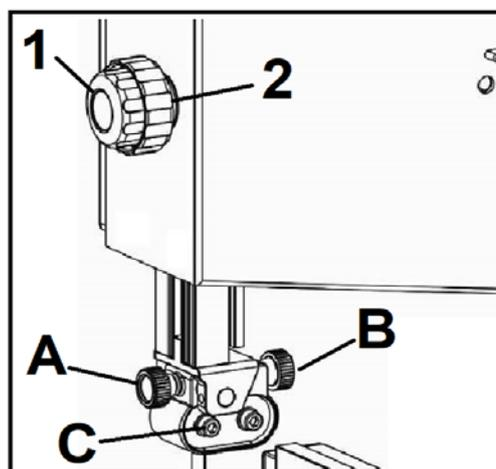

Рисунок 15
Установите верхнюю направляющую пыльной ленты с помощью ручки регулировки (2, Рис. 15) на желаемую высоту, ослабив фиксирующую ручку (1, Рис. 15). После регулировки снова затяните фиксирующую ручку.
- Ослабьте ручку (A) и отрегулируйте подшипниковый узел так, чтобы боковые подшипники располагались на расстоянии 1-2 мм от впадины зуба полотна (изогнутая область в основании зуба). Снова затяните ручку (A, Рис. 15).
- Ослабьте ручку (B, Рис. 15) и установите упорный подшипник в положение 0,4 мм от задней кромки ленты. Снова затяните ручку (B).
- Ослабьте болт (C, Рис. 15) и отрегулируйте боковые направляющие подшипники в положение 0,1-0,2 мм от ленты. Снова затяните болт (C).